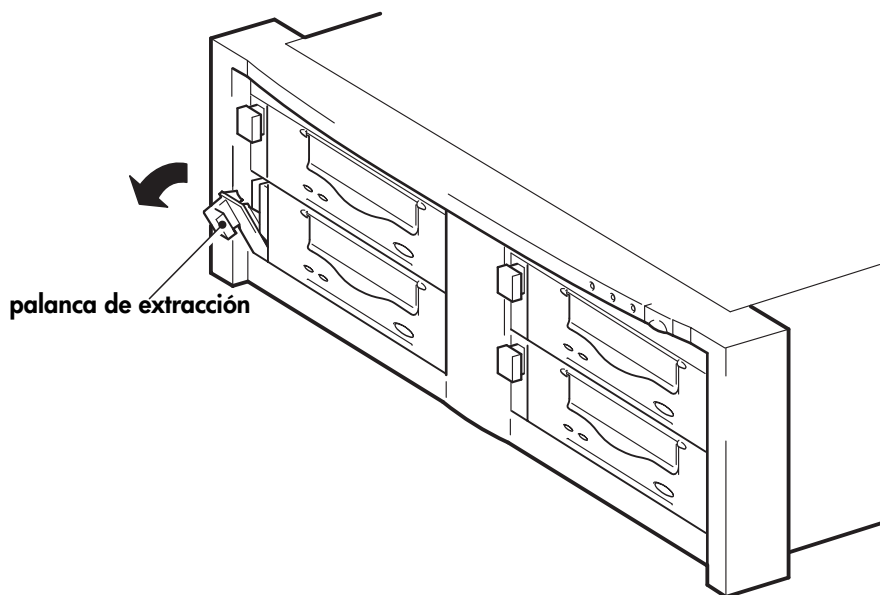

Figura 9a: cómo sacar la palanca de extracción
- 1** Tire de la palanca de extracción de la unidad que desee sustituir de modo que se encuentre en la posición hacia fuera. (Véase la figura 9a).